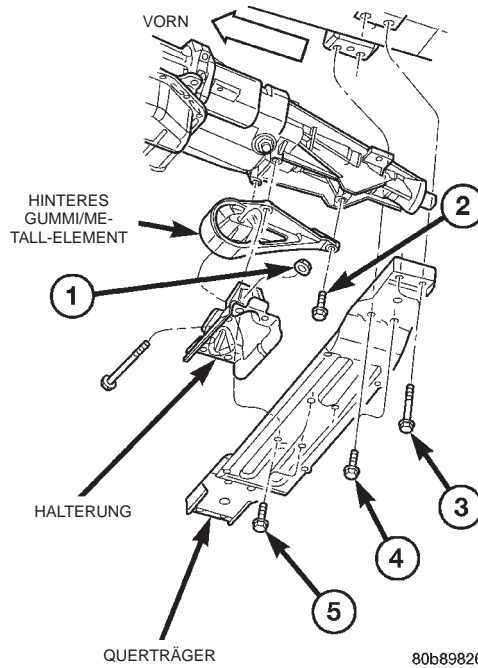
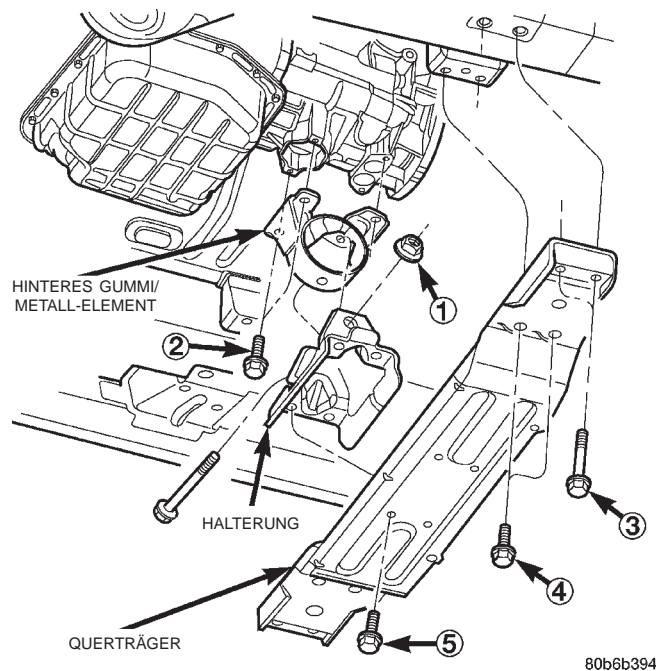

Abb. 35 Hintere Motoraufhängung—Heckantrieb
Abb. 36 Hintere Motoraufhängung—Allradantrieb
(1) Fahrzeug auf Hebebühne anheben.
(2) Getriebe mit einem geeigneten Heber abstützen.
(3) Sicherungsmutter von der Durchgangsschraube des Gummi/Metall-Elements abschrauben. Die vier Schrauben herausdrehen, mit denen das Gummi/Metall-Element am Getriebe befestigt ist.
(4) Getriebe soweit anheben, daß Durchgangsschraube und Gummi/Metall-Element entfernt werden können (Abb. 35) (Abb. 36).